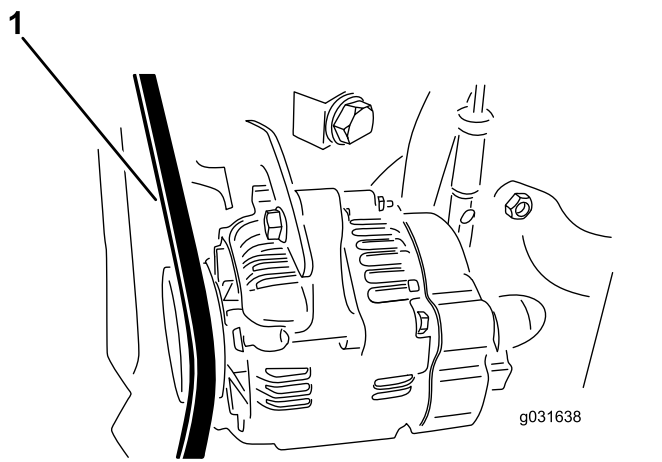

図 59
2. プーリとプーリの中間部でベルトを指で 0.25kg 程度の力で押して点検する 図 59。